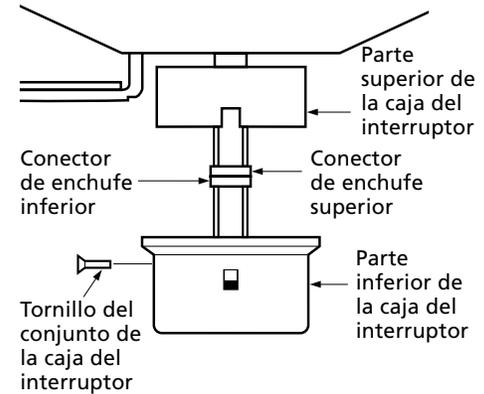

Figura 8c - Conexión de los enchufes e instalación de la parte inferior de la caja del interruptor
1. Conecte el conector de enchufe superior del motor con el conector de enchufe inferior en la parte inferior de la caja del interruptor. Vea la Figura 8c.
2. Coloque el conjunto inferior de la caja del interruptor sobre la parte superior de la caja. Coloque en alineamiento los agujeros de tornillos en ambas partes de la caja. Instale la parte inferior de la caja en la parte superior, usando tres tornillos de ensamblaje #6-32 x 3/8". Vea la Figura 8c.